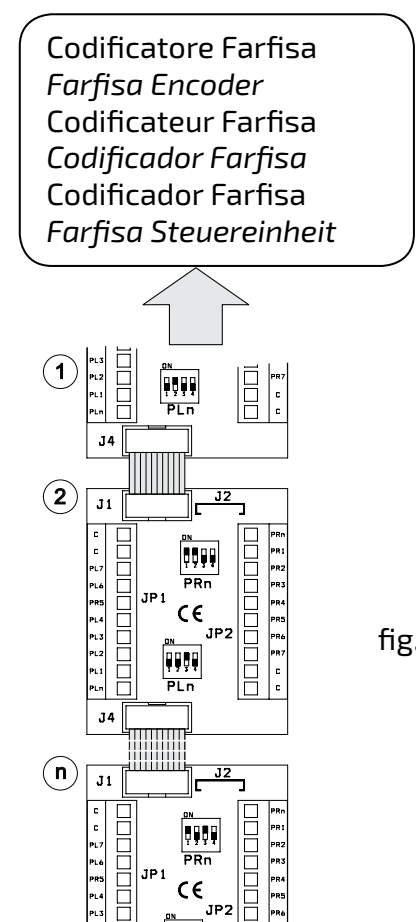

fig. 2
- Collegare un'eventuale seconda scheda alla prima utilizzando il connettore J4 della prima e J1 della seconda (fig.2), indipendentemente dal modulo codificatore scelto.
- Collegare in maniera analoga le eventuali ulteriori schede XT2928U presenti nell'impianto (fig.2).
- Connect an eventual second board to the first using the connector J4 of the first board and J1 of the second one (fig.2), regardless of the encoder module chosen.
- Connect in a similar way the eventual other boards XT2928U if present in the system (fig.2).
- Raccorder une éventuelle seconde carte à la première en utilisant le connecteur J4 de la première et J1 de la seconde (fig.2), quel que soit le module encodeur choisi.
- Brancher de manière analogue les éventuelles autres fiches XT2928U présentes dans l'installation (fig.2).
- Conectar una eventual segunda tarjeta a la primera utilizando el conector J4 de la primera y J1 de la segunda (fig.2), independientemente del módulo codificador que elija.
- Conectar de manera análoga las otras posibles tarjetas XT2928U presentes en la instalación (fig.2).
- Conectar uma eventual segunda placa à primeira utilizando o conector J4 da primeira e J1 da segunda (fig.2), independentemente do módulo codificador que escolher.
- Conectar de maneira análoga a outras eventuais placas XT2928U presentes no sistema (fig.2).
- Eine eventuelle zweite Baugruppe mit der Ersten unter Verwendung von Steckverbinder J4 der ersten Karte und J1 der Zweiten (Abb. 2) verbinden, unabhängig davon, welches Steuereinheit Sie wählen.
- Weitere Karten XT2928U Baugruppen können entsprechend angeschlossen werden (Abb. 2).